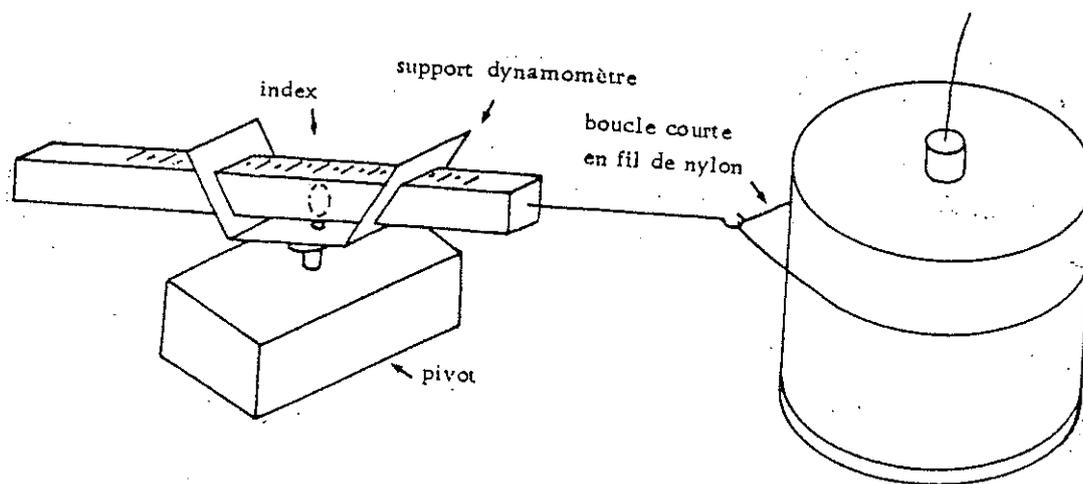

FIGURE 2
- Effectuer le montage de la figure 2.